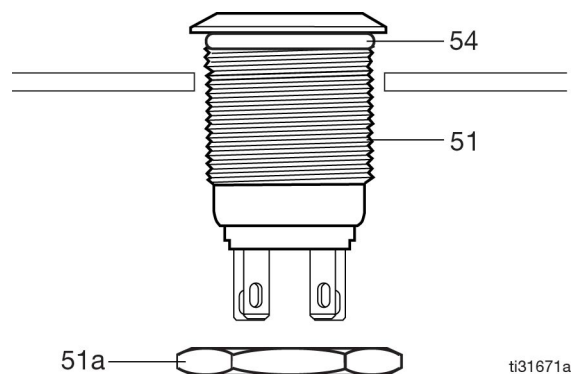

FIG. 19
- Retirer l'écrou (51a) du bouton poussoir (51). Installer le joint torique (54) (FIG. 19).
- Introduire le bouton poussoir (51) dans le trou percé dans le panneau à l'étape 1. Serrer manuellement l'écrou de blocage (1a) pour fixer le bouton poussoir (FIG. 19).